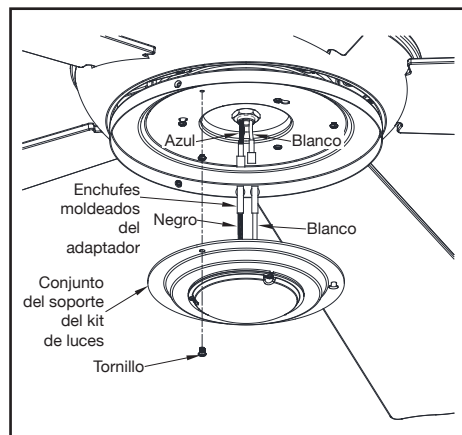

Figura 14
y empalmes dentro de la caja del interruptor. (Figura 14)
4. Empuja el conjunto del soporte del kit de luces hacia arriba de manera que las cabezas de los dos tornillos aflojados encajen en las ranuras tipo ojo de cerradura. Gira el conjunto del soporte kit de luces hacia la derecha y aprieta los tornillos. Vuelve a instalar el tornillo que retiraste en el paso 3 y apriétalo firmemente. (Figura 14)